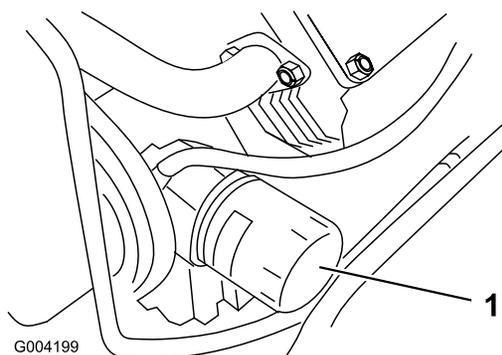

Рисунок 37
- Извлеките старый фильтр (Рисунок 37) и протрите поверхность прокладки переходника фильтра.